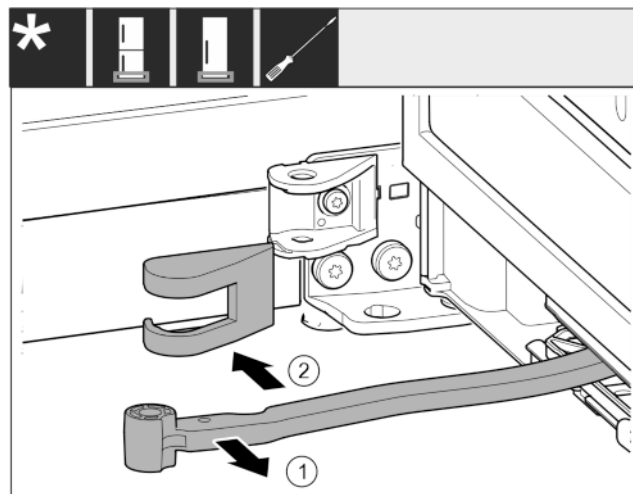

Fig. 13
- ▶ Przegub obrócić w kierunku drzwi. Fig. 13 (1)
- ▶ Usunąć osłonę płytki zawiasu. Fig. 13 (2)